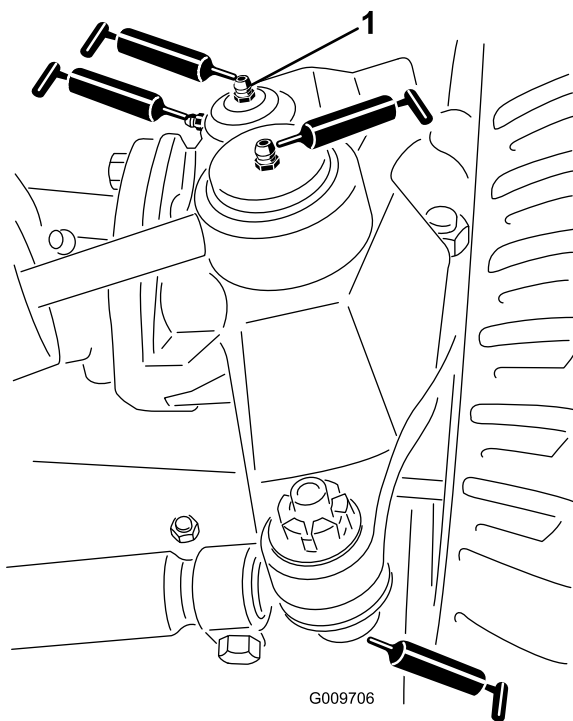

Figura 25
- Giunti sferici (2) del cilindro di sterzo (**Figura 25**)
- Giunti sferici (2) del tirante (**Figura 25**)
- Boccole (2) del perno del fuso a snodo (**Figura 25**). **Il raccordo superiore sul perno del fuso a snodo richiede soltanto una lubrificazione annuale (2 pompate).**